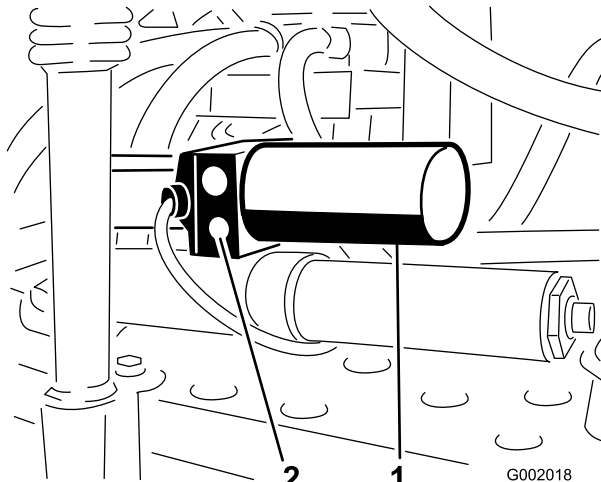

Figura 61
1. Localice la válvula de alivio manual en el actuador de cada brazo. La válvula de alivio manual es la válvula más pequeña, y se encuentra solamente en un lado del cuerpo del actuador (Figura 61).